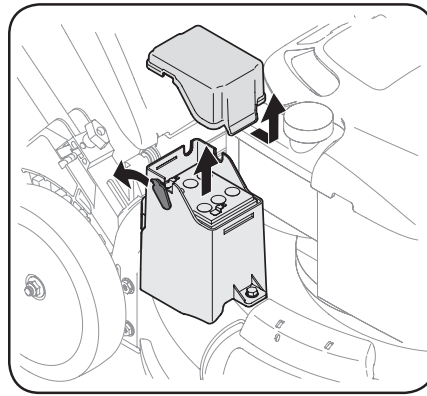

Figura 4-11
3. Reemplace con una nueva batería. Conecte el conductor positivo (rojo) al lado positivo del paquete de batería, luego conecte el conductor negativo (negro) al lado negativo. Vea la Figura 4-11.